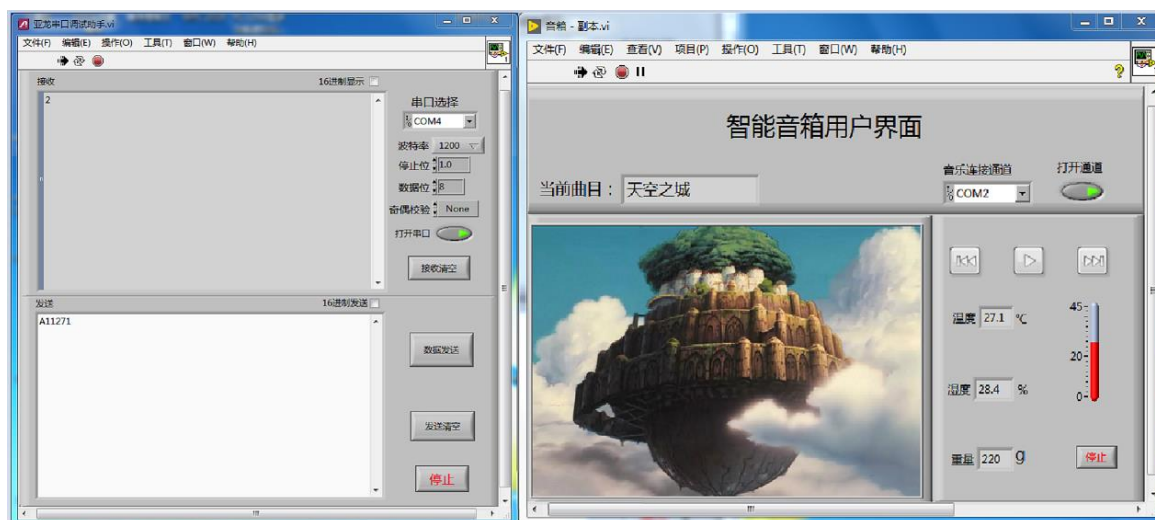

图 1-4-5A 通讯测试
2. 打开前面板, 亚龙串口调试助手, 根据通讯协议内容编写正常数值并发送, 记录前面板, 测量数据通讯如图 1-4-5A 所示。